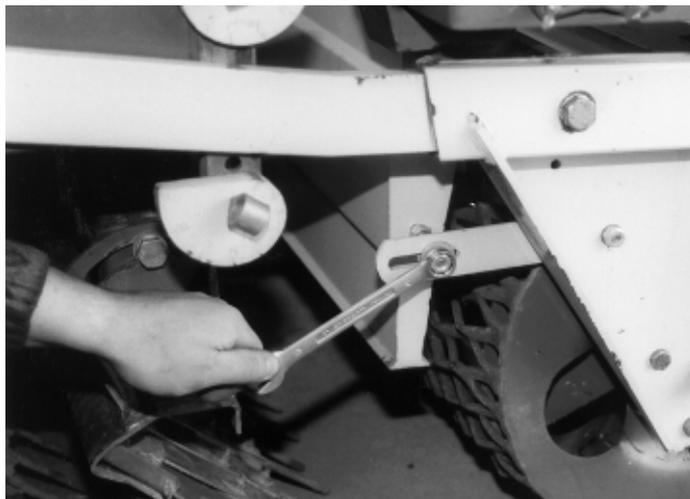

fig. 28
- aflojar las dos tuercas M10 situadas a una y otra parte de la boquilla (fig. 28/1),